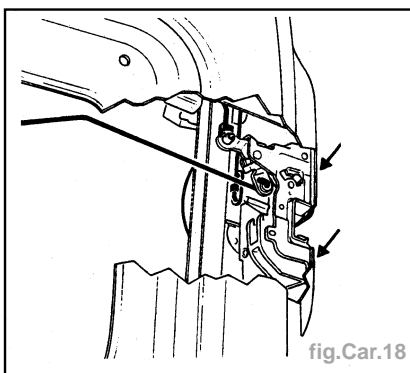

fig.Car.18
- Déposer la serrure (3 vis) (fig.Car.18).